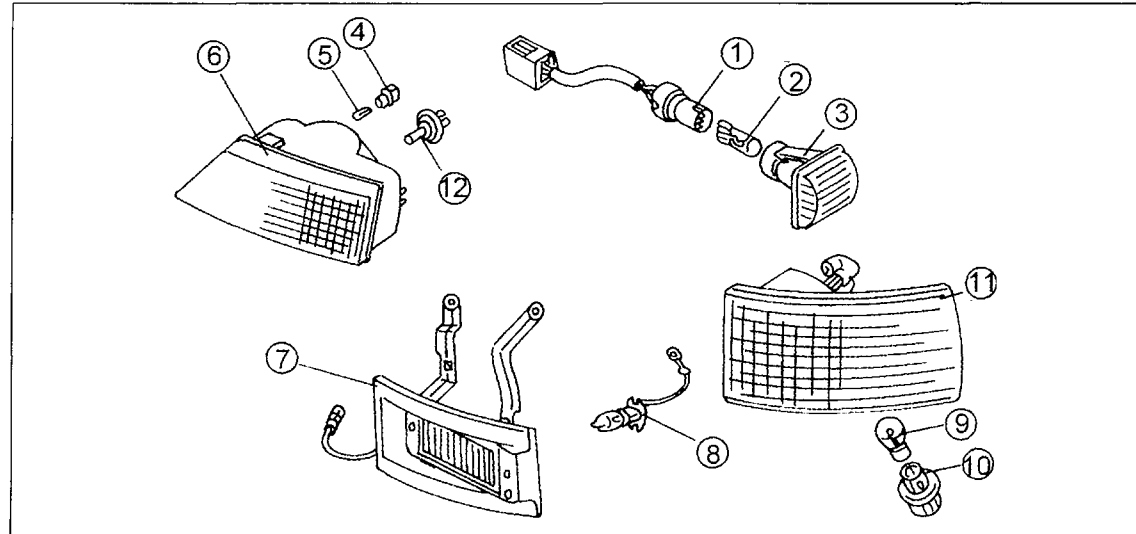

Bild 320
- Kühlgitter ausbauen. Dazu die Schrauben (2) in Bild 320 herausdrehen und das Kühlgitter (1) nach vorn herausziehen.